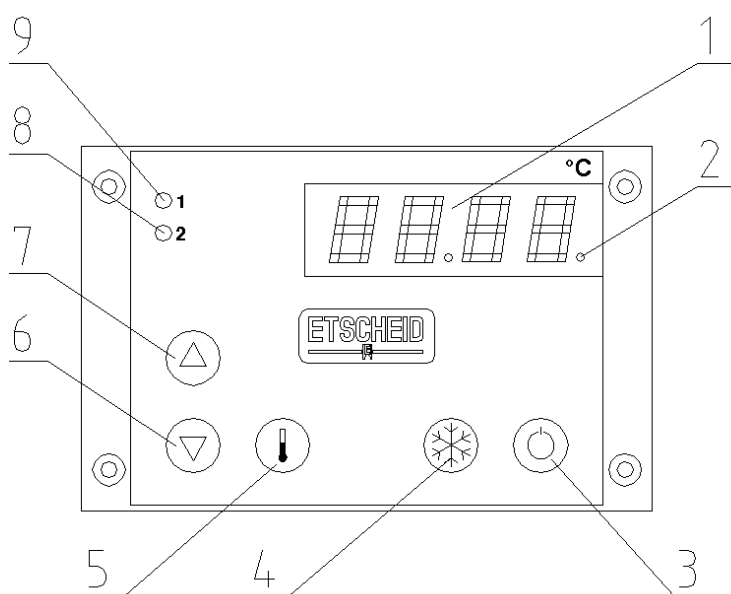

Bild 17: Digitales Thermostat ST 501
- " Taste Sollwert (Bild 17/5) drücken: Anzeige schaltet vom IST-Wert auf den SOLL-Wert.
- " Gleichzeitig den Sollwert mittels Pfeiltasten Δ oder ∇ (Bild 17/6 und 17/7) einstellen. Die eingestellte Temperatur ändert sich in Schritten von 0,1 °C.
- " Taste Sollwert (Bild 17/5) loslassen: Auf dem Display erscheint der IST-Wert.
- " Nach dem Einschalten durch die EIN/AUS Taste (Bild 17/3) erscheint die Temperaturanzeige. Die LED 2 (Bild 17/8) für das Pumpenrelais leuchtet sofort. Befindet sich die Temperatur außerhalb der Hysterese, so leuchtet nach kurzer Zeit auch LED 1 für den Kompressor (Bild 17/9), d.h. Kompressor Relais ist geschaltet bzw. Kompressor läuft.
- " Durch Drücken der Kompressor Taste (Bild 17/4) kann der Kompressor ausgeschaltet werden. Am rechten Display-Rand blinkt dann eine LED (Bild 17/2). Durch nochmaliges Drücken der Kompressor Taste erlischt die blinkende LED am rechten Display-Rand und der Kompressor arbeitet (abhängig vom eingestellten Soll-Wert).
- " Nach dem Einschalten des Thermostaten mit der EIN/AUS Taste (Bild 17/3) ist die Pumpe und der Kompressor immer eingeschaltet!